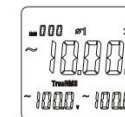

Figura 7-2
- Așa cum se arată în Figura 7-2, apăsați tasta pentru a măsura puterea totală trifazată. Puterea curentă măsurată pentru prima fază va fi, de asemenea, calculată și salvată.